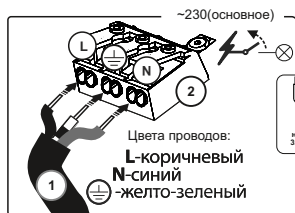

Рисунок 4
3.1 Подключение основного питания (рисунок 4) (клеммная колодка без этикетки): подключите токоподводящий кабель (1) к клеммной колодке светильника (2), соблюдая цветовую маркировку.